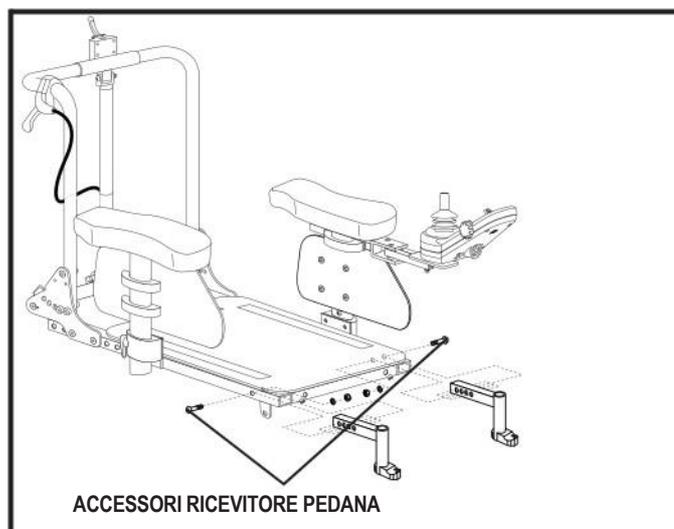

Figura 15. Regolazione della profondità della pedana
1. Allentare i fissaggi del supporto della pedana. **Vedere figura 15.**